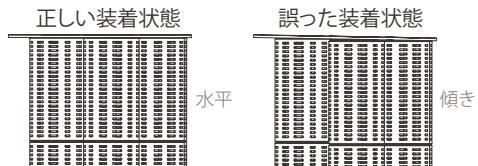

図 20.
- 1 つでも完全に挿入されていないカートリッジがあると、押さえ板が傾き、蝶ナットが押さえ板の表面と同一平面になりません(図 20)。その場合、「手順 2. カートリッジの組み立て」に戻り、カートリッジ完全に挿入されるまで深く押し込んでください。